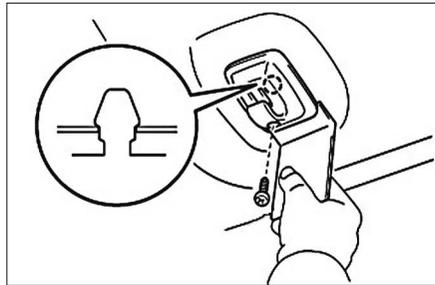

FIG. 123
- A l'aide d'un extracteur de moulure ou équivalent, déposer de chaque côté les supports de pare-soleil (Fig.123).